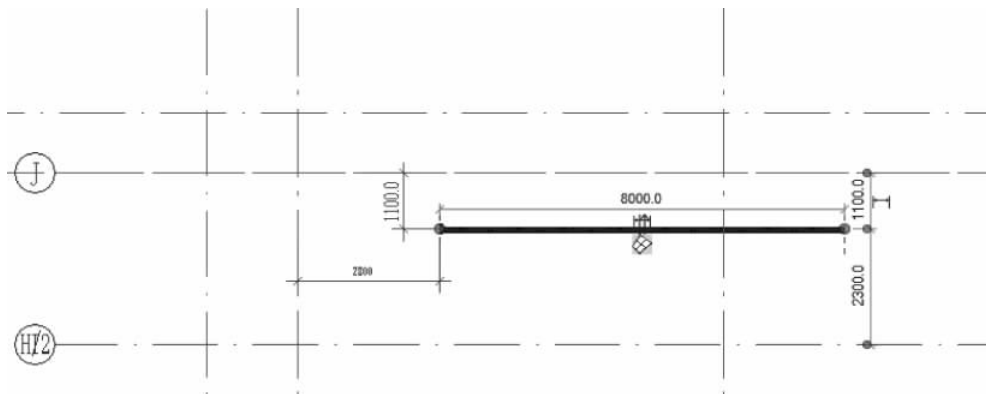

图 3-16 放置幕墙
(4) 单击轴线①和轴线②交点,水平向右移动光标,输入“8000.0”,单击鼠标左键,完成这段幕墙的绘制。选中这段幕墙,在“修改”选项卡中选择“移动”工具,选中墙上任意一点,将光标水平向下移动,输入“1100.0”,这时就将幕墙向下移动了 1100,使用同种方法,再将幕墙向左移动 1800,放好的幕墙如图 3-16 所示。